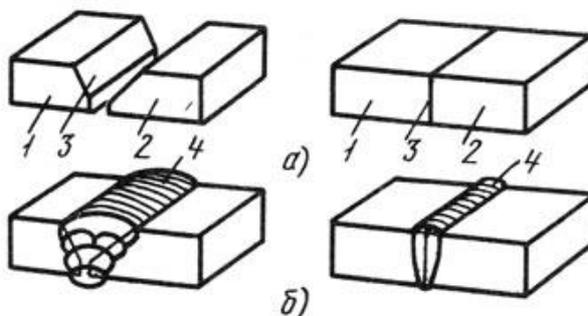

Рис.1 Схема соединения деталей сваркой плавлением: а - детали перед сваркой, б - детали после сварки
**Сущность сварки плавлением** (рис. 1) состоит в том, что металл по кромкам свариваемых деталей /и2/ подвергается плавлению от нагрева сильным концентрированным источником тепла: электрической дугой, газовым пламенем, химической реакцией, расплавленным шлаком, энергией электронного луча, плазмой, энергией лазерного луча.